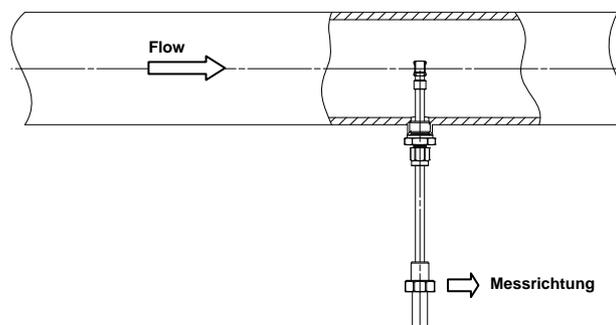
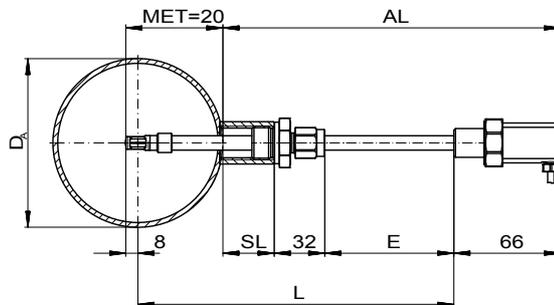

Abbildung 1: Positionierung im Rohr
Abbildung 3
Der Sensor misst die Strömungsgeschwindigkeit nur in der auf Gehäuse und Sensorkopf angezeigten Richtung (Pfeil) korrekt. Daher ist darauf zu achten, dass der Sensor richtig zur Strömungsrichtung ausgerichtet wird (siehe Abbildung 1), wobei eine Verkippung bis zu  $\pm 3^\circ$  zulässig ist4.
Die Mitte des Kammerkopfs, auf die sich auch die Längenangabe L des Fühlers bezieht (siehe Abbildung 3), stellt den eigentlichen Messort der Strömungsmessung dar und sollte möglichst günstig in der Strömung, also in der Rohrmitte, platziert sein (siehe Abbildung 1).
Der Sensor wird mithilfe seiner integrierten Durchgangsverschraubung (DG) auf das Rohr montiert. Typischerweise wird hierfür eine Muffe als Anschlussstutzen auf ein Loch in dem mediumsührenden Rohr geschweißt, in die das Außengewinde ( $G\frac{1}{2}$  oder  $Rp\frac{1}{2}$ ) der DG eingeschraubt wird (siehe Abbildung 3).